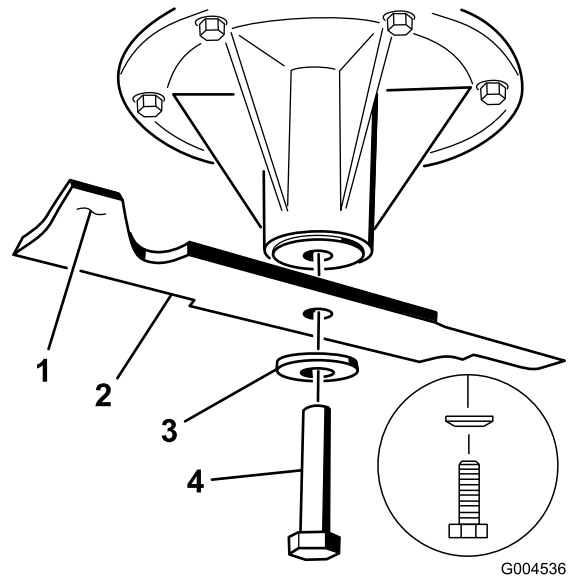

Figura 91
2. Retire el perno de la cuchilla, la arandela curva y la cuchilla del eje (Figura 91).